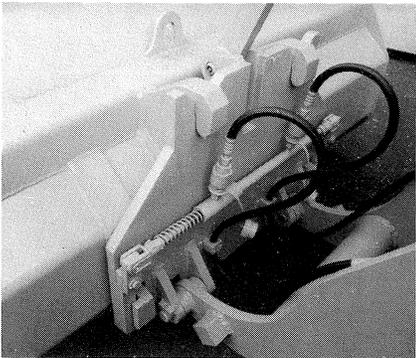

Bild 27
- (3) Mit dem Handhebel (Bild 16/6) Schaufel bzw. Anbaugerät verriegeln (Bild 27).